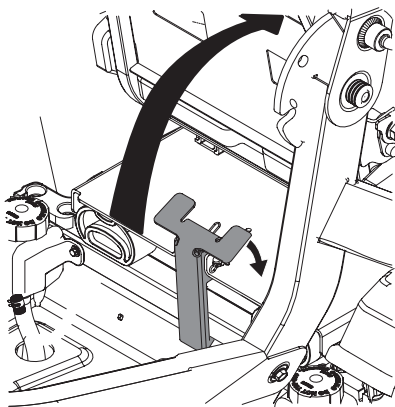

Figura 20
4. Gire todo el conjunto del asiento hacia arriba. Vea la Figura 20.